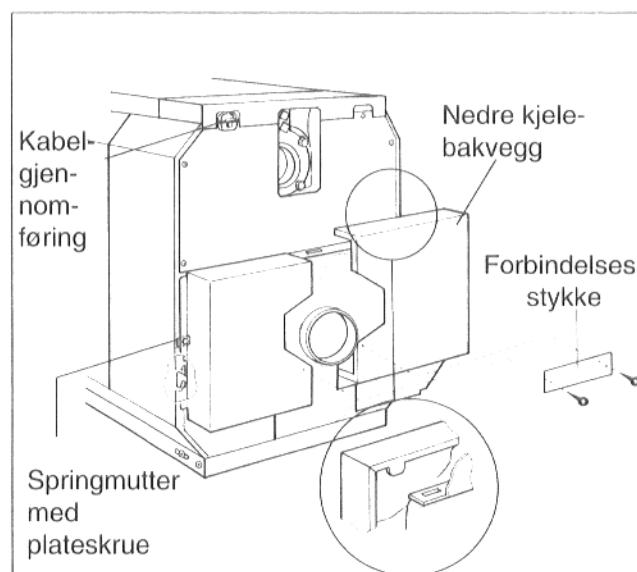

Fig. 43
- Springmutter settes inn på høyre og venstre sidevegg (Fig. 43).
- Nedre bakre kjelevegg på høyre og venstre side henges inn på slissene i profilen på øvre bakvegg og i sidevegg (Fig. 43).
- Plateskruer skrues inn i springmutteren (Fig. 43).
- Forbindelsesstykke under røkgass-samleren monteres til begge bakveggene med plateskruer (Fig. 43).
- Kabelgjennomføringen i plast monteres på øvre kjelebakvegg (Fig. 43)